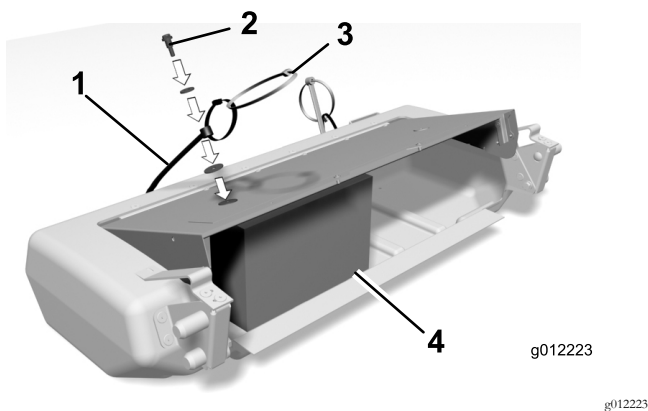

Figura 12
1. Retire las arandelas y las tuercas de los pernos de la cinta (Figura 12).
2. Usando los sujetacables de las cintas como tiradores, estire cada cinta hasta que puede sujetarla a la parte superior del recogedor con 2 arandelas y una contratuerca (Figura 12). Coloque una arandela en cada lado de la cubierta del recogedor.
Nota: Para facilitar la instalación de las cintas, coloque un bloque de manera de 10 cm x 20 cm (Figura 12) dentro del recogedor para elevar y sujetar la cubierta del recogedor.